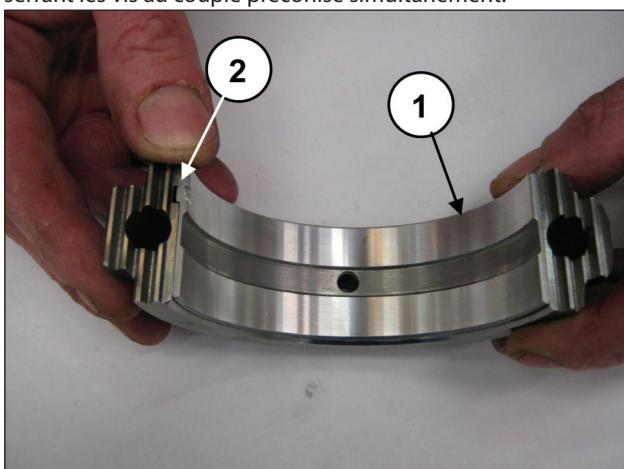

Fig. 69
Assembler les demi-coussinets inférieurs aux chapeaux (rep. ①, Fig. 69) en s'assurant que la languette de repère des demi-coussinets se trouve dans son logement sur le chapeau (rep. ②, Fig. 69).